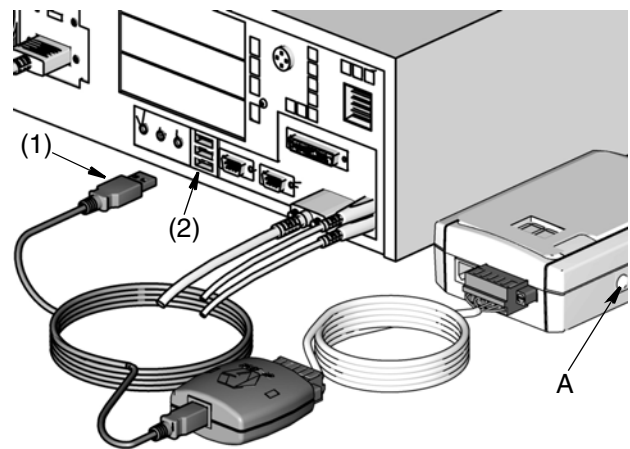

FIG. 10
- Pour de plus longues distances jusqu'à 4000 pieds (1219 mètres) entre l'émetteur-récepteur et l'ordinateur de Matrix, un adaptateur **RS422** est nécessaire. Voir FIG. 10, page 7.